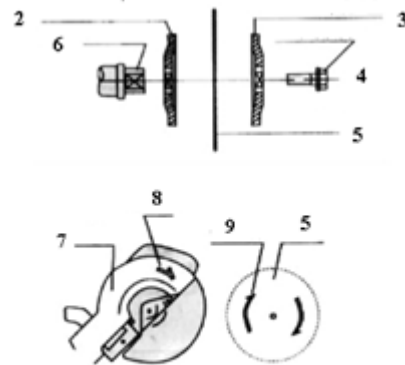

Рис. 1
4. По часовой стрелке выкрутите болт (4 рис.1). Снимите наружный фланец (3 рис.1) и пильный диск (5 рис.1).
5. Установите пильный диск (5 рис.1) на внутренний фланец (2 рис.1).
6. Установите наружный фланец (3 рис.1). Убедитесь в правильности направления вращения (9) пильного диска (5 рис.1), согласно маркировке (8 рис.1) нанесенной на защитном кожухе (7 рис.1).
7. Закрутите болт (4 рис.1) вращением против часовой стрелки, удерживая кнопку фиксации пильного диска в нажатом положении. Установите и закрепите защитный кожух.